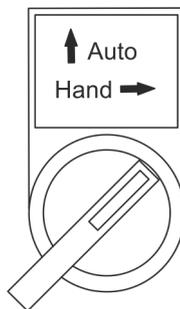

Abb. 50: Umschalter Auto/Hand
1. ➔ Umschalter für die Betriebsart (Abb. 50) in die Stellung [Hand] bringen.